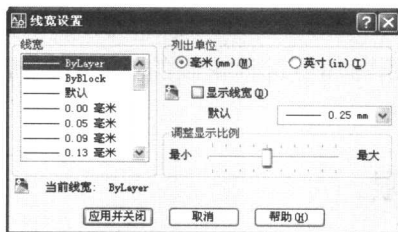

图 1-10 “线宽设置”对话框
(2) 单击“线宽设置”按钮,弹出“线宽设置”对话框,如图 1-10 所示。